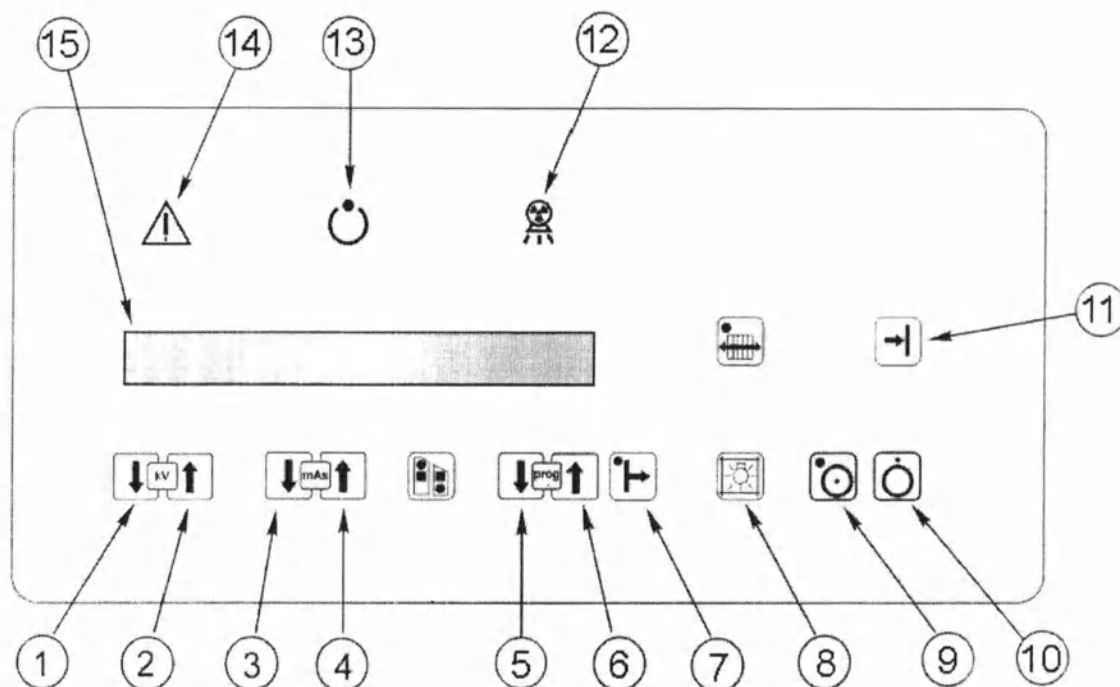
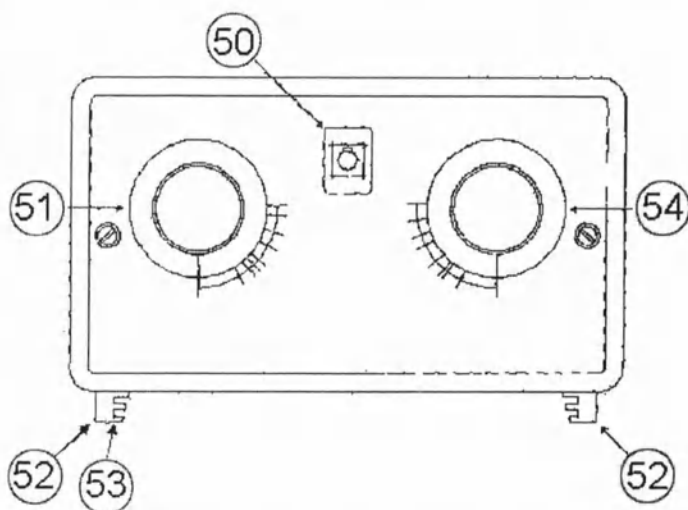
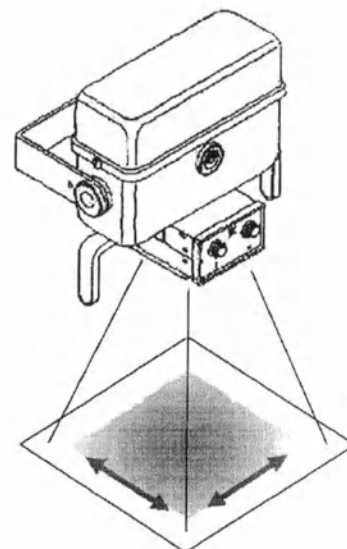

Рисунок 5 Пульт управления
Рисунок 10 Коллиматор
Рисунок 11
Светодиод клавиши 9 (рисунок 5) на пульте управления должен светиться.
Клавиша 10 выключения аппарата (рисунок 5).
- в течение 4 с дисплей 15 (рисунок 5) пульта управления показывает версию установленного программного обеспечения;
Отрегулировать расстояние фокус-пленка, используя встроенный измеритель расстояния фокус-приемник изображения 53 (рисунок 10).
После того, как съемочное устройство будет позиционировано, включить оптический центратор коллиматора, нажав кнопку 8 на пульте управления (рисунок 5) или нажимая кнопку 50 непосредственно на коллиматоре (рисунок 10).
Отрегулировать световое поле, совпадающее с полем рентгеновского излучения (рисунок 11), используя ручки продольного 54 и поперечного 51 (рисунок 10) регулирования диафрагмы.
При ручной рентгенографии после включения аппарата на дисплее 15 (рисунок 5) появятся предварительно установленные значения кВ и мАс.
Используя кнопки 1, 2, 3, 4 (рисунок 5) для увеличения (стрелка вверх) или уменьшения (стрелка вниз) значений кВ и мАс, установить требуемые значения для этих параметров.
Сделать первый щелчок А. Держать кнопку в этом положении до тех пор, пока на дисплее не появится надпись «**READY FOR RADIOGRAPHY**» (готов для рентгенографии) и не засветится светодиод готовности «**X-RAY READY**» 13 (рисунок 5) (готовность к съемке).
В момент начала экспозиции засветится светодиод «**X-RAY ON**» 12 (рисунок 5) (рентгеновское излучение включено).